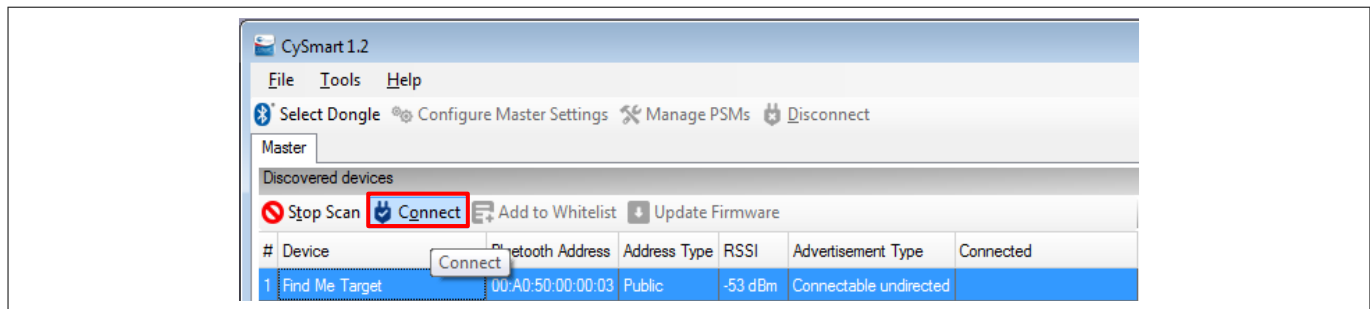

図 58 CySmart でのデバイス接続
- 図 58 に示すように、**Find Me Target** を選択し、**Connect** をクリックして、CySmart ホストエミュレーションツールとの Bluetooth® LE 接続を確立します。